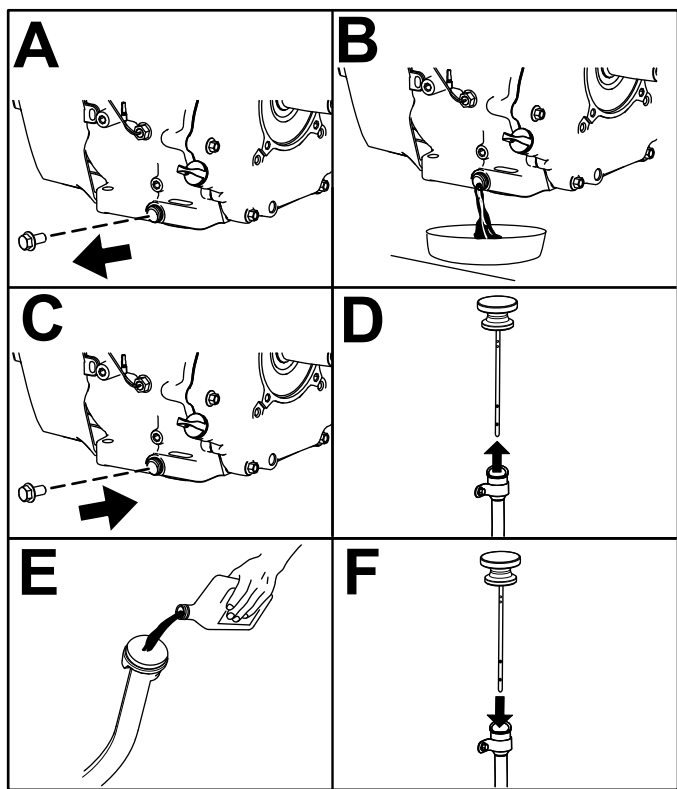

Figura 40
6. Substitua o óleo do motor como se mostra na Figura 40.